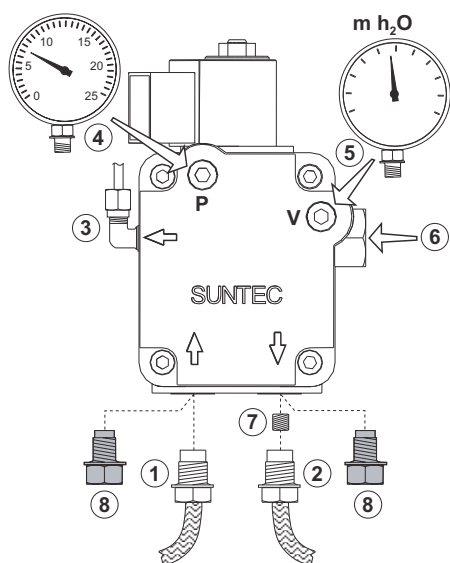

fig. 4a - Pompa Suntec
Il bruciatore esce dalla fabbrica con il bypass interno alla pompa chiuso (rif. 7 - fig. 4a e 4b), ovvero il bruciatore è predisposto per collegamento bitubo. Togliere i tappi (rif. 8) e collegare i due flessibili alla pompa; in aspirazione (rif. 1) e ritorno (rif. 2) come indicato nelle fig. 4a e 4b, avendo cura di non sottoporre a torsione i flessibili stessi e di posizionarli in modo che non possano essere calpestati o venire in contatto con parti calde della caldaia.
**con pompa SUNTEC** (vedi fig. 4a) - togliere la vite di bypass (rif. 7) e tappare il raccordo di ritorno (rif. 2) sulla pompa con un tappo idoneo. Collegare il solo flessibile di aspirazione al raccordo in entrata (rif.1).